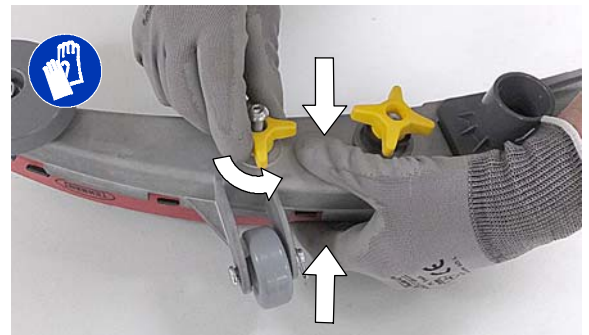

РИС. 122
2. Полностью ослабьте два внешних регулятора на узле швабры. В результате пружинный фиксатор лезвия будет отделен от рамы швабры (Рисунок 122). Чтобы быстро ослабить регуляторы, сведите вместе фиксатор фиксатора лезвия и раму швабры.